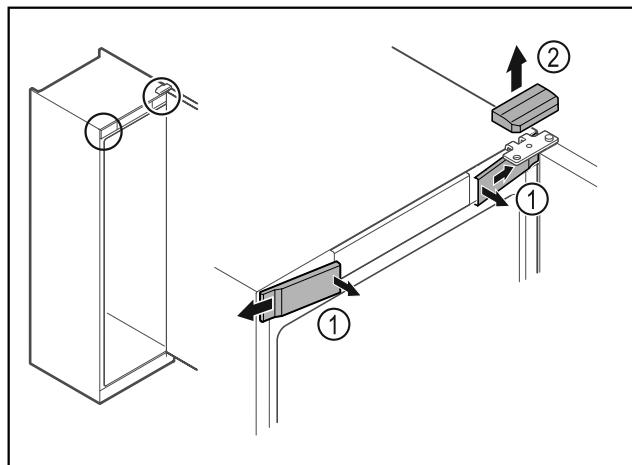

Fig. 8
- ▶ Откопчайте предните капаци *Fig. 8 (1)* отвътре и свалете настрани.
- ▶ Свалете горния капак *Fig. 8 (2)* нагоре.